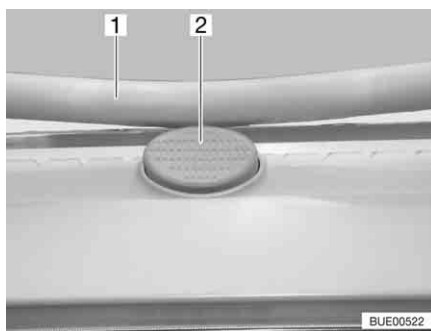

Fig. 36 Bottone di sicurezza (oblò Heki)
- Premere il bottone di sicurezza (Fig. 36,2) e tirare verso il basso la staffa (Fig. 36,1) con entrambe le mani.
- Premere la staffa verso l'alto con ambedue le mani, finché la staffa non poggia al di sopra del bottone di sicurezza (Fig. 36,2).